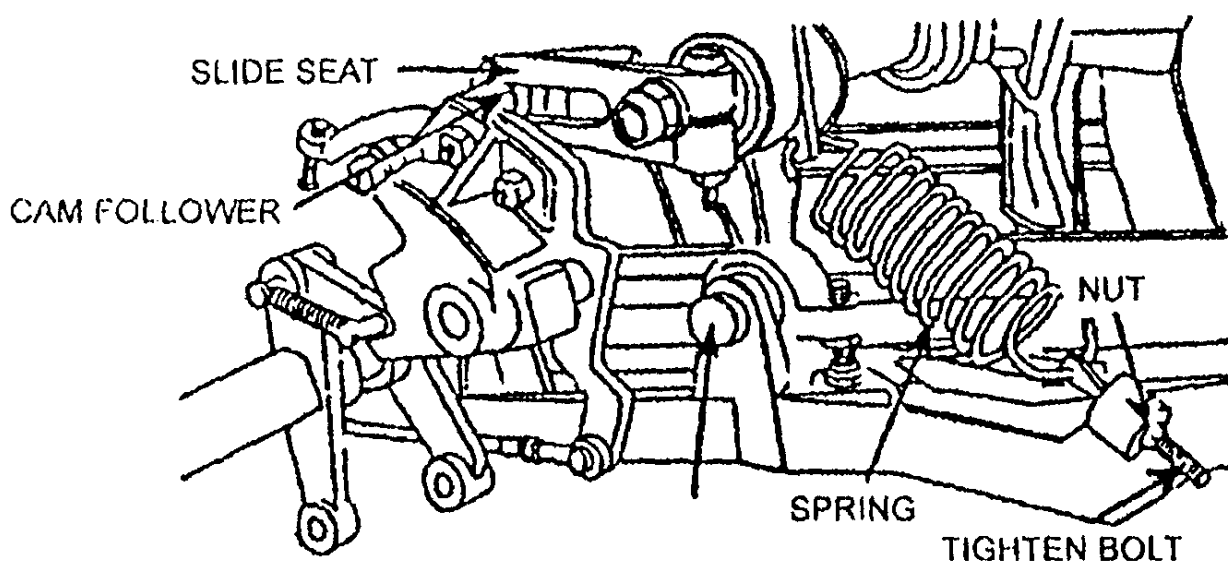

Рисунок 12
3. Когда стол займет положение, при котором чашки будут параллельны кельной палубе, часть напряжения с пружин должна быть снята (рис. 12). Ослабляя и затягивая головку болта, добейтесь снижения нагрузки. Перед окончательным снятием плотно пригнанной винтовой крышки Вам необходимо воспользоваться инструментами для снятия пружины (снятия нагрузки). Это облегчит для Вас снятие крепко сидящей крышки и защитит резьбу болта от износа (срыва).